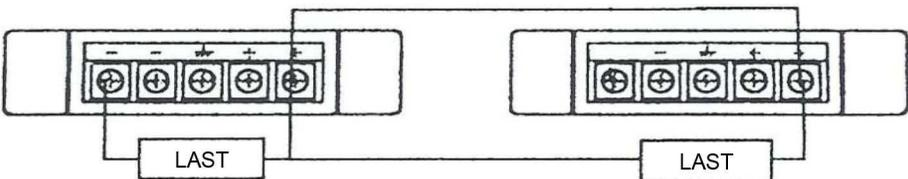

Abb. 5
- 3) Schalten Sie die Versorgung ein. Drücken Sie die SERIAL-Taste. Es erscheint die Seriell-Betrieb-Anzeige, jetzt ist es möglich eine negative Spannung im Bereich 0-30V im 1.Kanal und eine positive Spannung im Bereich 0-30V im 2.Kanal laut der Abb. 5 zu erreichen.